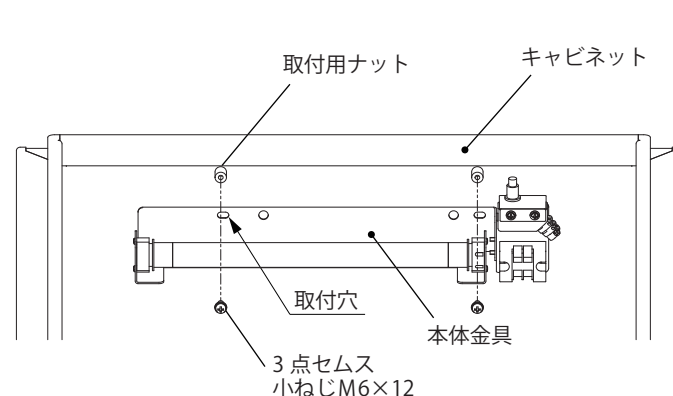

図8
3. キャビネットの取付用ナットに、本体金具の取付穴を利用して、付属の3点セムス小ねじ M6×12(2か所)にて取り付けてください。(図8)